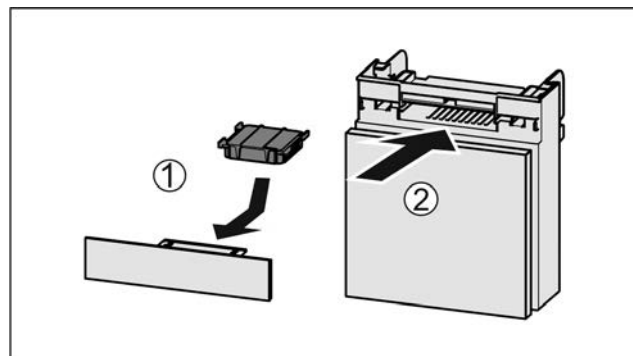

Fig. 55
- Установите фильтр с активированным углем, как показано на рисунке Fig. 55 (1).
- Вставьте отделение Fig. 55 (2).